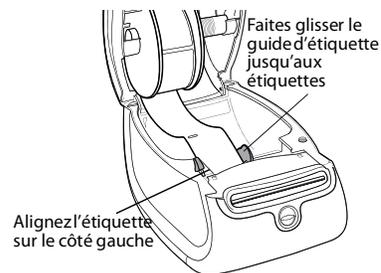

Figure 4
- Les étiquettes sont chargées de sorte que le bord gauche de ces dernières et celui de la fente d'alimentation sont alignés. Voir Figure 4.
- 7 Alignez le côté gauche de l'étiquette sur celui de la fente d'alimentation, puis insérez l'étiquette dans la fente. Voir Figure 4.
8 Faites glisser le guide vers la gauche jusqu'à ce que celui-ci et le bord droit de l'étiquette soient alignés. Voir Figure 4.